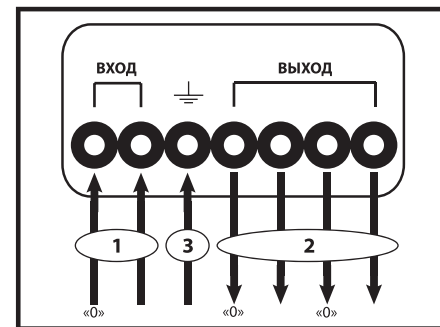

рис. 3
- заземлить корпус стабилизатора при помощи клеммного зажима (рис.3 поз.3);
- подключить стабилизатор к входному напряжению (при отключённом вводном автомате) при помощи клемм «вход» (рис.3 поз.1);
- выключить автоматический выключатель «Сеть» и подключить нагрузку к клеммам «выход» (рис.3 поз.2);